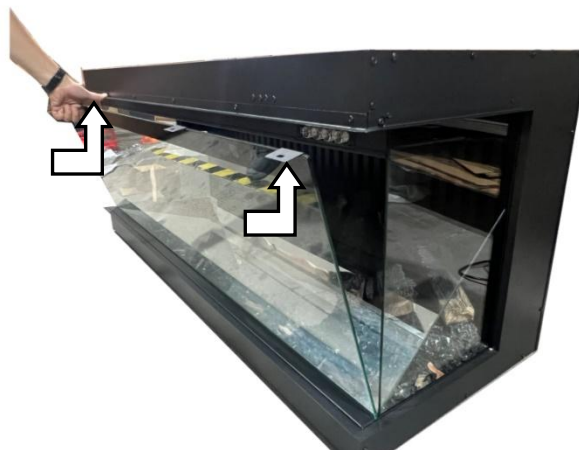

Fig.1-1 Fig.1-2
- Fjern alle skruer fra toppen af glaspanelet. Fig. 1-1